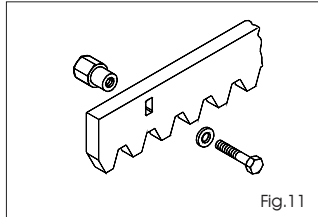

Fig.11
5.4.1. Cremallera de acero para soldar (Fig. 11)